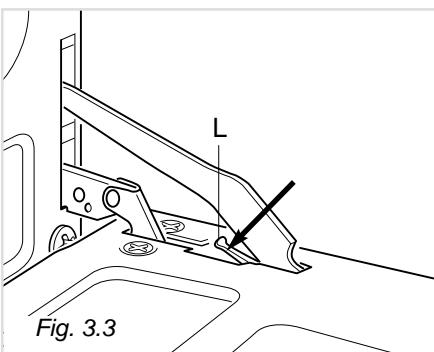

Fig. 3.3
- . De hendel "L" naar beneden duwen en in deze stand houden terwijl men de deur zachtjes sluit om het scharnier te blokkeren (fig. 3.3).